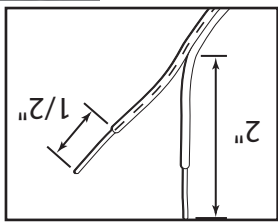

FIG. 4-7 Partiendo y pelando
(Fig. 4-7).
4. Parta y pele los extremos de los alambres del detector (Fig. 4-7).